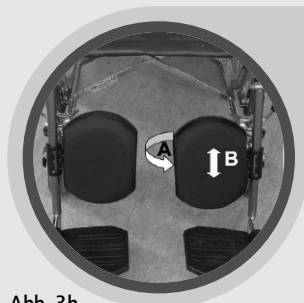

Abb. 3b
- Wadenpolster nach vorn klappen (A) (Abb. 3b)
- Gewünschte Höhe durch verschieben einstellen. 3 Höhen sind möglich (B)